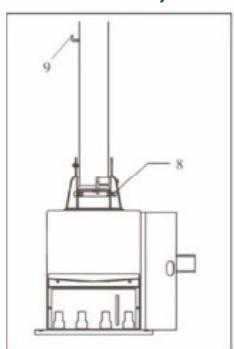
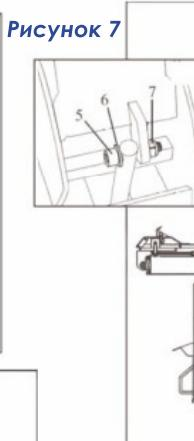

Рисунок 8
Рисунок 7
- Соедините цилиндр перемещения с демонтажной колонной с помощью болта (5) и шайбы (6), Рис. 7.
- Аккуратно подтяните гайку (7) таким образом, чтобы при работе цилиндра не возникало трения о части колонны.
- Затяните болты (8), как показано на рис.8.
- Установите на колонну крючок (9) для воздушной магистрали накачки.